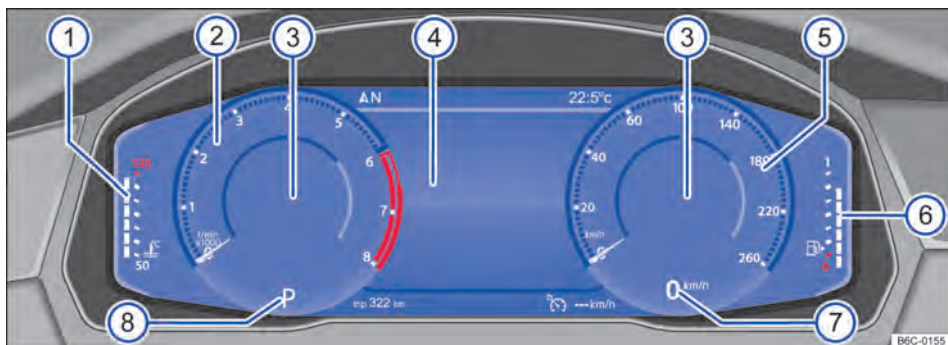

Fig. 12 Active Info Display no painel de instrumentos.
Explicações sobre os instrumentos → Fig. 12:
Dependendo do perfil de informação selecionado, o Active Info Display mostra informações adicionais no centro de instrumentos redondos → Fig. 12 ③. Os seguintes perfis de informação podem ser selecionados: